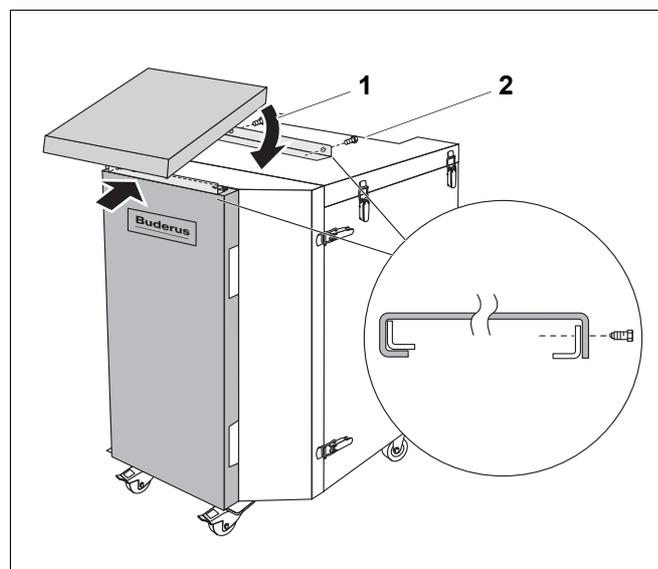

Рис. 15 Крепление переднего декоративного элемента
- Установите декоративную крышку на крепежное ребро переднего декоративного элемента и задвиньте под кромку (рис. 15).
- Уложите декоративную крышку на крышку кожуха. Крепежное ребро крышки кожуха должно находиться под декоративной крышкой (см. выноску рис. 15).
- Закрепите декоративную крышку двумя саморезами со стороны котла (рис. 15, [1] и [2]).